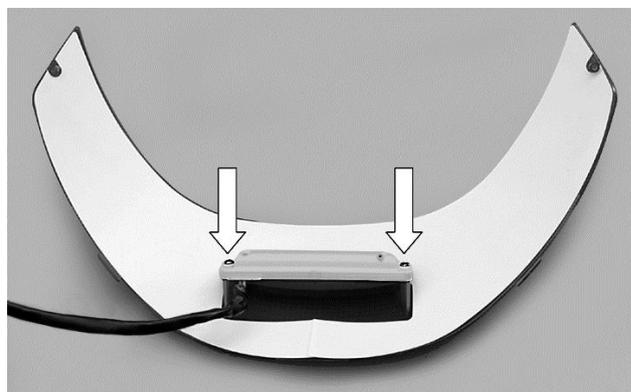

図 2
6. 配線取り出し位置と内部ゴムパッキンの位置ズレに注意しながら、手順 2 でトップシェルから取り外したリフレクターの内側に⑦/⑧LED ランプ ASSY を仮組みし、問題なければ⑩タッピングビス<長>（または元々のダミーホルダー固定ねじ）を使用して両者をしっかり固定します。（図 2 参照）